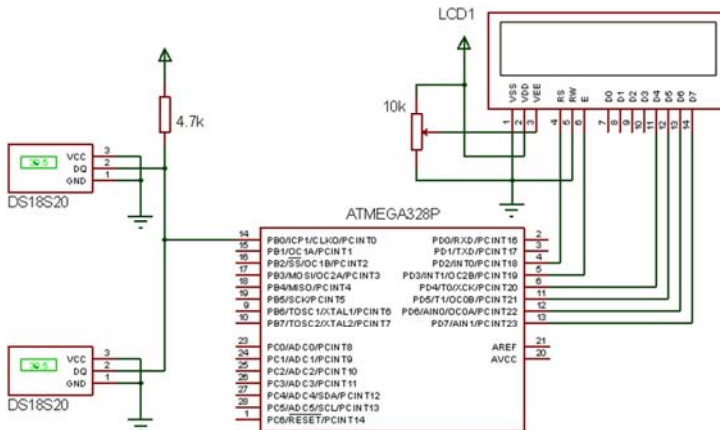

Fig. 17.6 – Circuito com dois DS18S20.
- 17.2** – Elaborar um programa para trabalhar com dois sensores de temperatura DS18S20, conforme fig. 17.6. Antes de colocá-los juntos no barramento 1 fio é necessário ler individualmente o código único de 64 bits de cada sensor. Apresente o valor do CRC de cada DS18S20 em uma linha do LCD 16×2 em conjunto com sua temperatura.